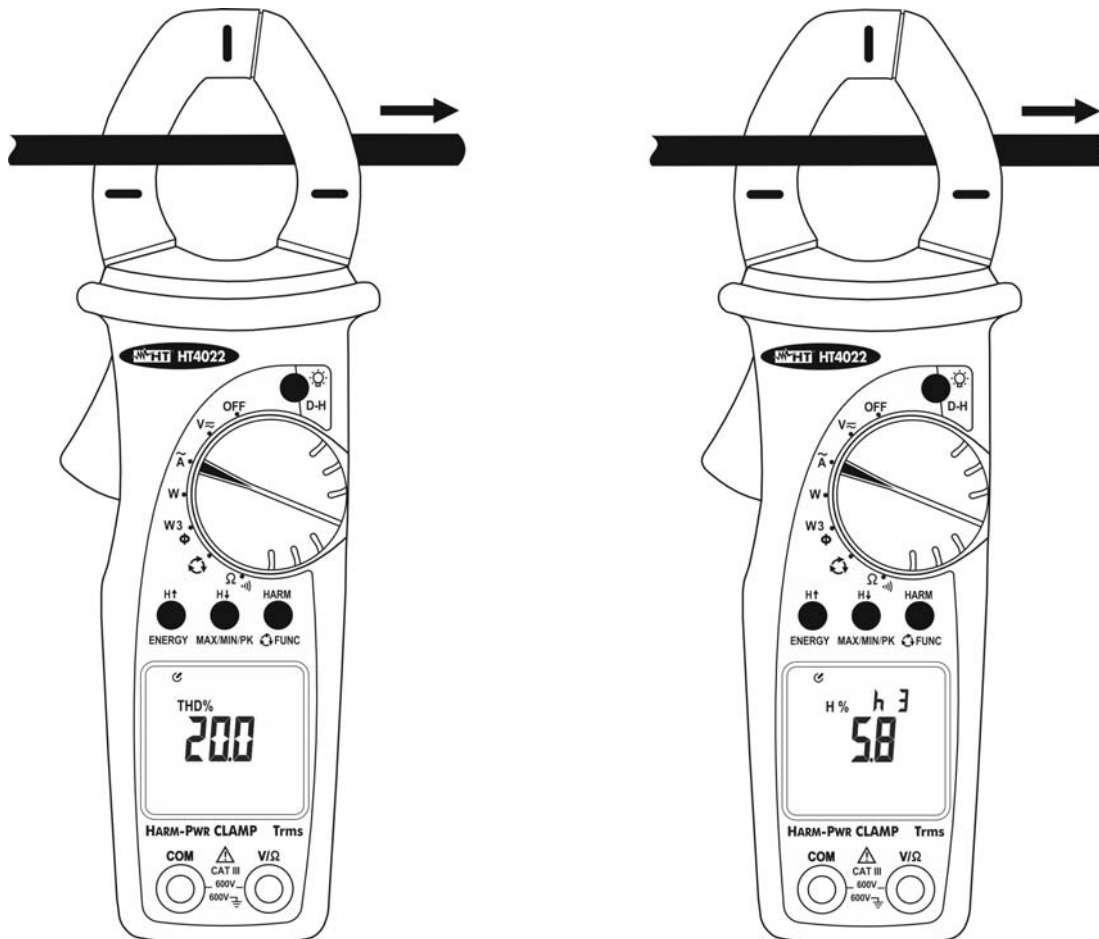

Abb. 10: Oberwellenermittlung des Stromes
3. Öffnen Sie die Zangenbacken und umschließen Sie damit einen einzelnen Leiter. Achten Sie dabei auf die Ausrichtungsmarkierungen auf den Zangenbacken. (siehe § 4.1.2 und Abb. 10). Die Gesamtverzerrung wird auf dem Display angezeigt (Symbol “THD%” wird auf dem Display angezeigt)